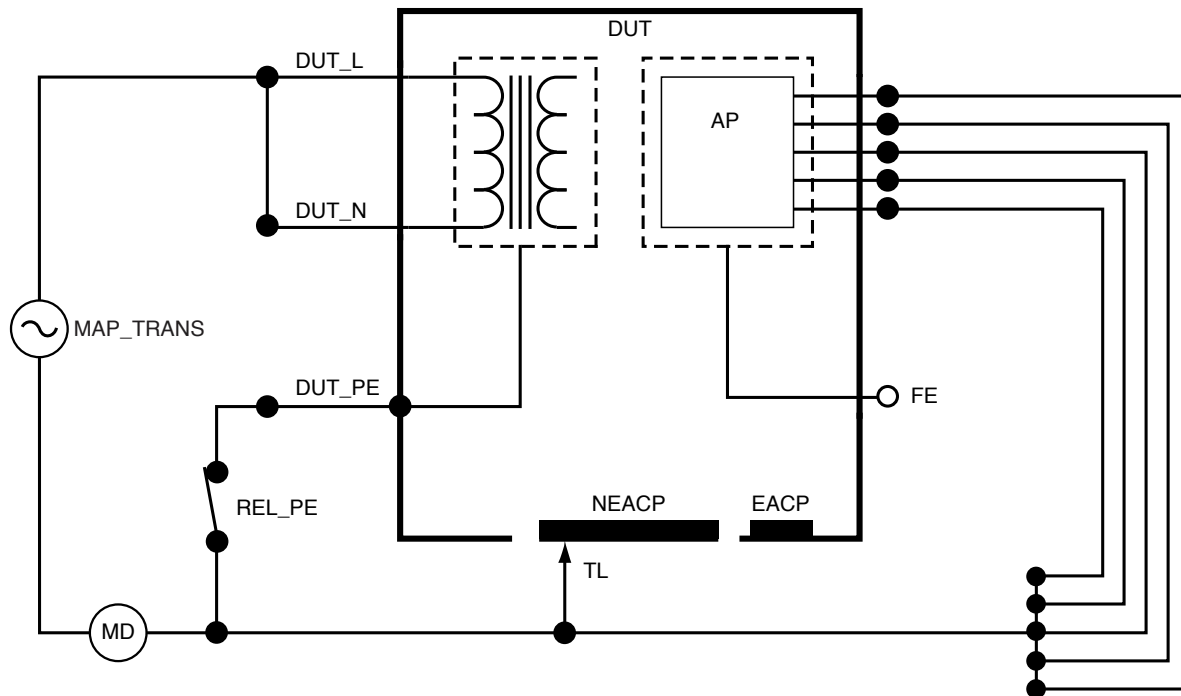

図38: 交流機器漏れ電流、概略図
- この測定中、接地閉鎖とは、図38: 交流機器漏れ電流、概略図ページの「48」に示されているように、テスト中の機器のアース接点が電流測定機器に接続されていることを意味します。テスト中の機器の接地が主電源保護アースに接続されていません。